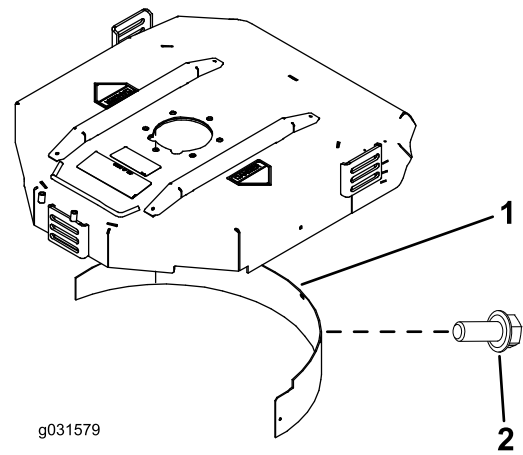

Figura 21
2. Instalai deflectorul de mulcire în deschiderea din spate i fixai-l cu 5 uruburi cu guler (Figura 21).